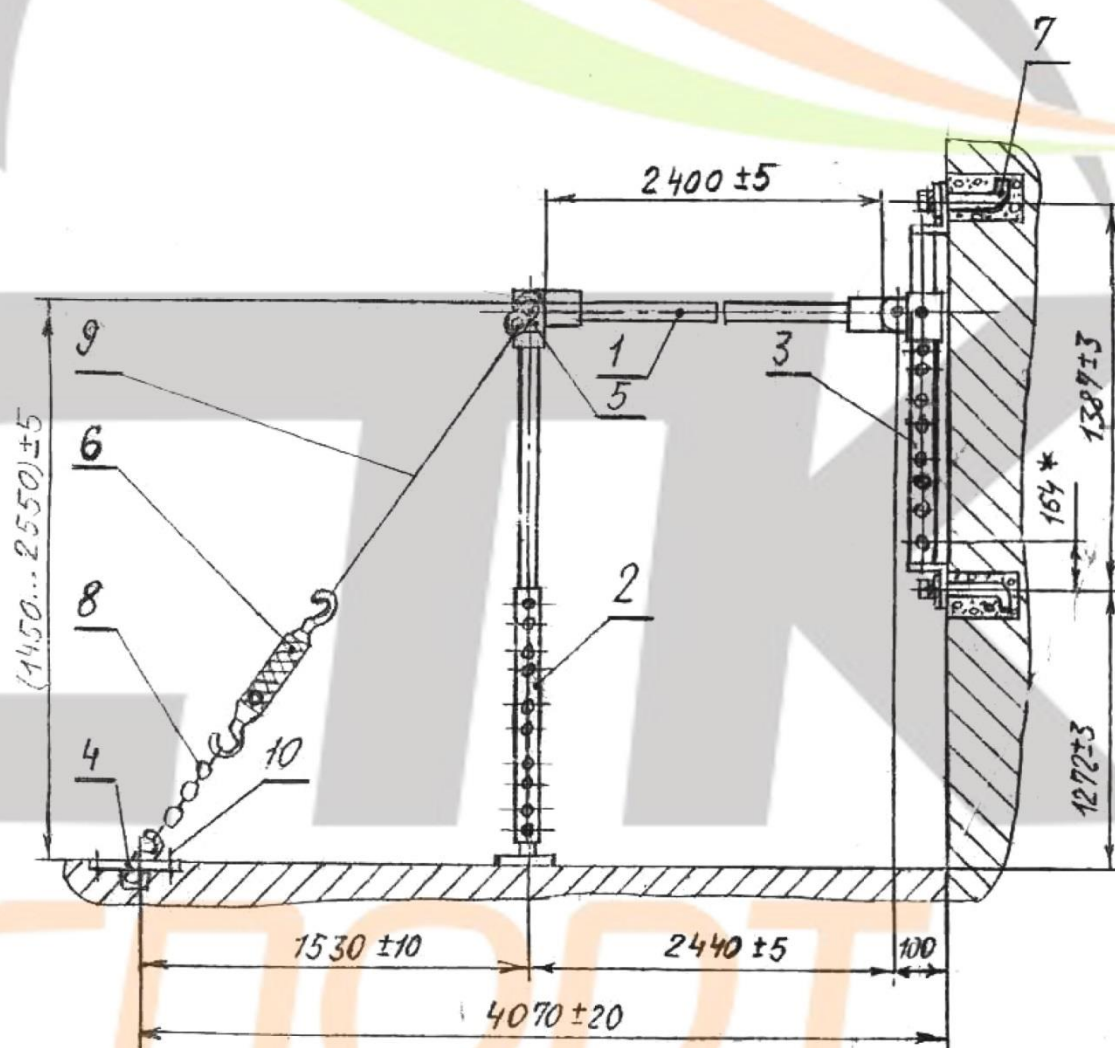

Рис. 1 Устройство перекладины
В комплект поставки входят (см. рис. 1):
1. Перекладина (см. рис. 1) представляет собой сборную конструкцию, состоящую из стержня в сборе поз. 1, на один конец которого крепится с помощью болтового соединения головка поз. 5 и две проушины.
3. Используя информацию (рис. 1, 2, 3) на месте установки перекладины сделайте разметку и заподлицо врежьте два крепления к полу поз. 4 и надежно закрепите шурупами поз. 10.
4. Заделайте в монолитную стенку в месте установки перекладины болты анкерные поз. 7 кронштейнов стойки навесной (см. рис. 1, 2).
8. Две растяжки поз. 9 (см. рис. 1) соедините через талрепы поз. 6 и цепи поз. 8 с креплениями к полу поз. 4.